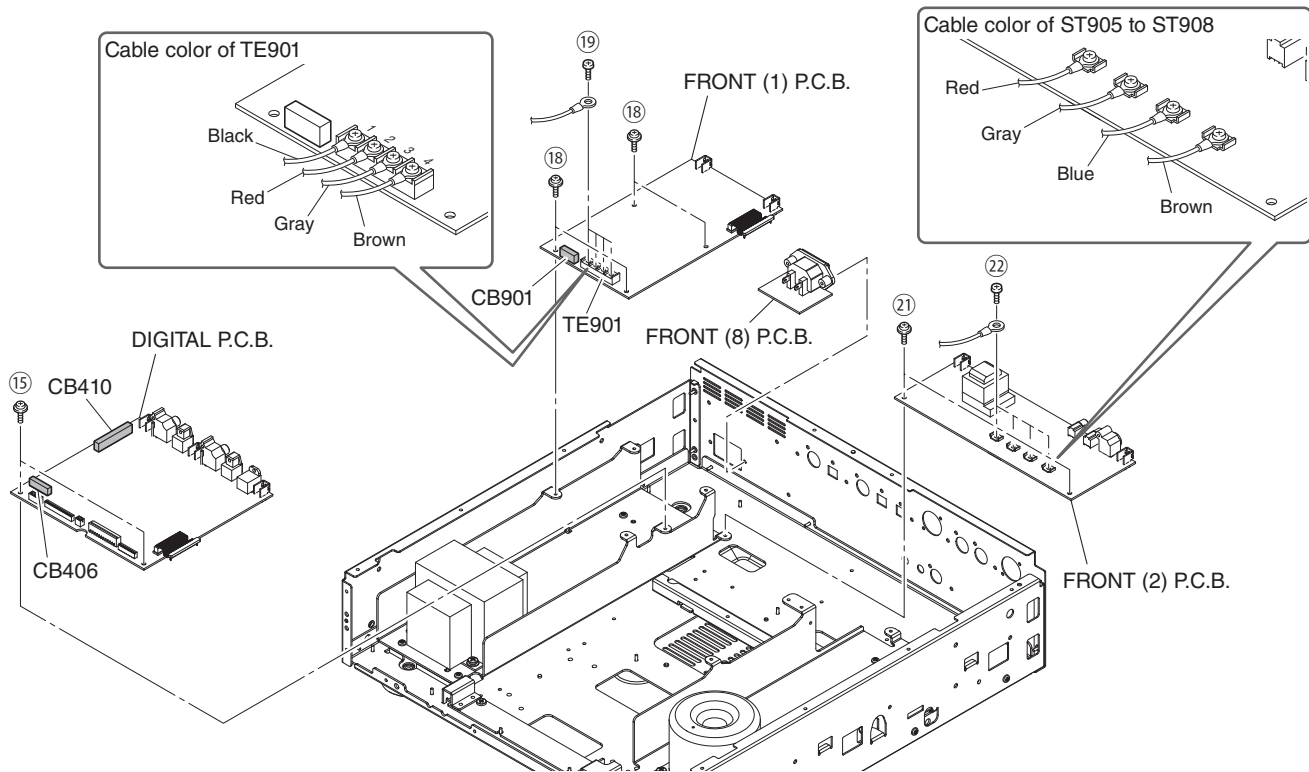

Fig. 8
- Remove 2 screws (15). (Fig. 8)
- Remove CB406 and CB410. (Fig. 8)
- Remove the DIGITAL P.C.B. (Fig. 8)
8. Removal of FRONT (1) P.C.B.
- Remove 4 screws (18). (Fig. 8)
- Remove 4 screws (19) and disconnect 4 cables. (Fig. 8)
- * Make sure that all the removed cables are reinstalled at specified positions. (Fig. 8)
- Remove CB901. (Fig. 8)
- Remove the FRONT (1) P.C.B. (Fig. 8)
9. Removal of FRONT (2) and (8) P.C.B.s
- Remove 2 screws (21). (Fig. 8)
- Remove 4 screws (22) and disconnect 4 cables. (Fig. 8)
- Remove the FRONT (2) and (8) P.C.B. (Fig. 8)
- ⑮のネジ2本を外します。(Fig. 8)
- CB406、CB410を外します。(Fig. 8)
- DIGITAL P.C.B.を外します。(Fig. 8)
8. FRONT (1) P.C.B. の外し方
- ⑱のネジ4本を外します。(Fig. 8)
- ⑲のネジ4本を外し、ケーブル4本を外します。(Fig. 8)
- ※ 取り外したケーブルはすべて決められた位置に取り付けてください。(Fig. 8)
- CB901を外します。(Fig. 8)
- FRONT (1) P.C.B.を外します。(Fig. 8)
9. FRONT (2)、(8) P.C.B. の外し方
- ㉑のネジ2本を外します。(Fig. 8)
- ㉒のネジ4本を外し、ケーブル4本を外します。(Fig. 8)
- FRONT (2)、(8) P.C.B.を外します。(Fig. 8)